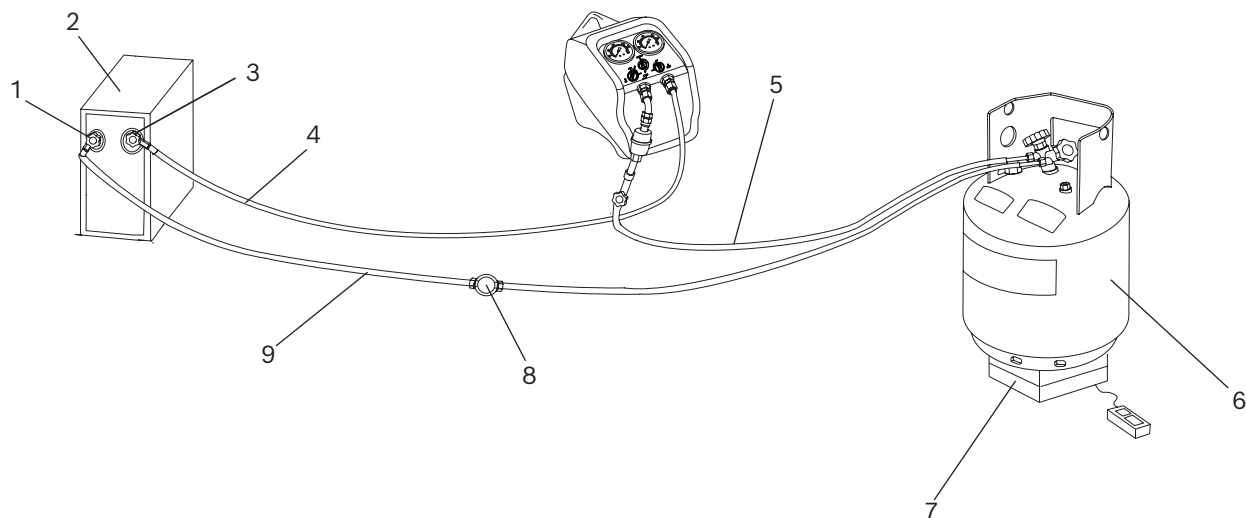

Abb. 4: Push-Pull-Absaugung
4. RG4.0 an die zu wartende Anlage anschließen (gemäß Abb. 4). Die nachstehend angegebene Reihenfolge einhalten. Nur die vorgesehenen, den örtlichen Vorschriften entsprechenden Kältemittelschläuche verwenden. Da die Schlauchleitungen umgesteckt werden müssen, um das gesamte Kältemittel vollständig aus der Anlage zu entfernen, müssen Schläuche mit manuellem Absperrventil an beiden Enden verwendet werden; diese Anleitung wurde für derartige Schlauchleitungen erstellt.
- Einen Schlauch am Flüssigkeitsanschluss eines zugelassenen Zweiventil-Absaugbehälters anschließen; das andere Ende am hochdruckseitigen (Flüssigkeit) Serviceanschluss der Klima-/Kälteanlage anschließen. Es ist von großem Nutzen, in diesem Schlauch ein Schauglas (Abb. 4, Pos. 8) zu haben, um den Kältemittelfluss zu überwachen.
- ⇒ Flüssiges Kältemittel muss in den Behälter zu strömen beginnen. Dies kann am Schauglas überprüft werden. Siehe Abb. 4, Pos. 8.